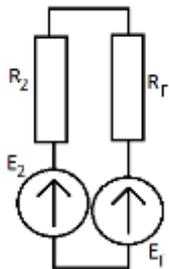

Рис. 166
1.5.4. Зная сопротивление генератора и его эквивалентную ЭДС, определяем неизвестный ток – рис. 166.